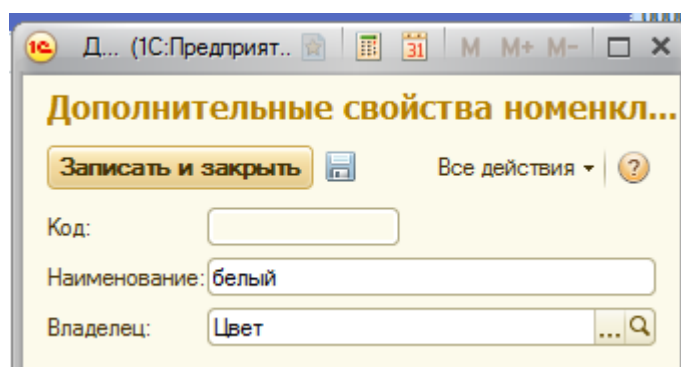

Рисунок 6.26 Дополнительные свойства номенклатуры
9. Нажать на кнопку выбора поля **Значение**. Нажать кнопку **Создать**. . Таким же образом сформировать значение цвета – **Белый** (рис.6.26).